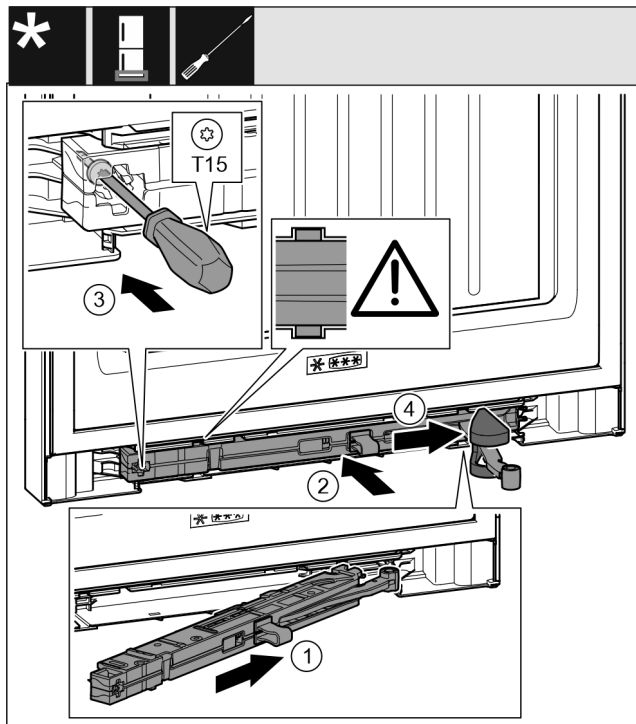

Fig. 46
- ▶ Introduire à fond l'amortisseur de fermeture du côté du support de palier dans la rainure en l'inclinant. Fig. 46 (1)
- ▶ Enfoncez complètement l'amortisseur de fermeture dans la rainure. Fig. 46 (2)
- ▶ Serrer la vis avec un tournevis T15. Fig. 46 (3)
- ▶ Pousser le cache sur la charnière. Fig. 46 (4)